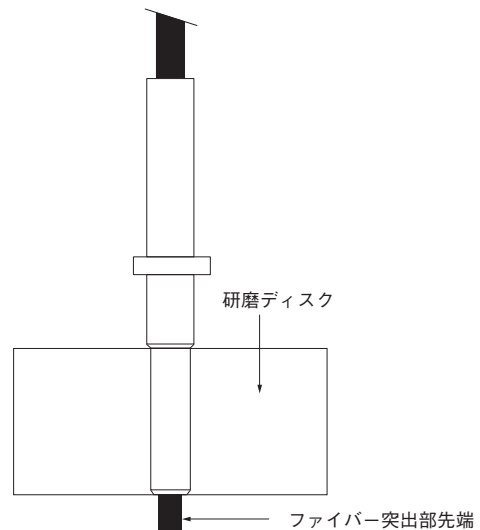

図6 - コネクタスリーブ用ガイド付き研磨ディスク
- 図6 に示すように、コンタクトを研磨ディスク (CLDL) に挿入します。平滑な表面 (板ガラスなど) 上で、粒度1000 の研磨紙を使い、先端から出ているファイバーを平らにした後、粒度4000 の研磨紙で研磨して下さい。